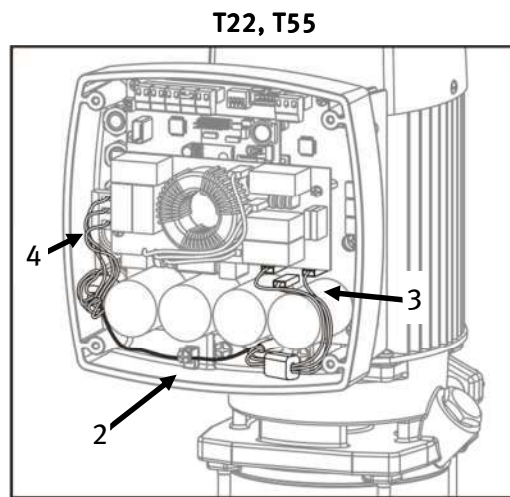
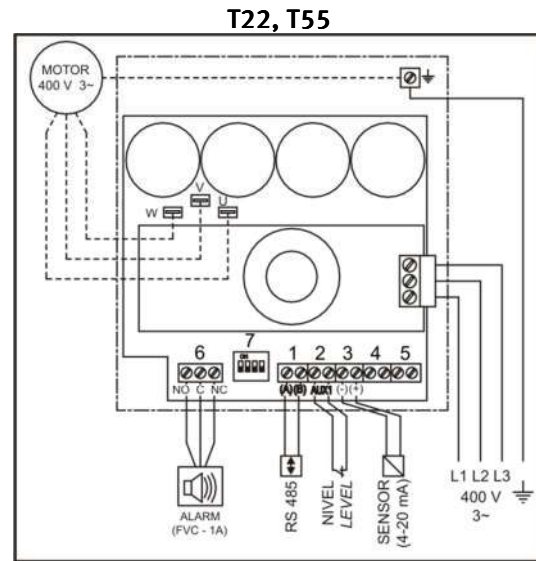

图 5
图 7
这种型号的设备提供的电源输入应为三相输入, 输入电源为 400V, 50 或 60Hz。连接工作应交由专业安装工人来做。电源按照图 5 (4) 进行连接。信号线连接按照图 7 进行。电压浮动范围: $\pm 10\%$ 。